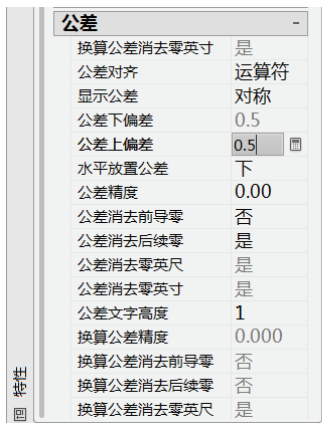

图 8-61 原始图形
- 5 在图形窗口中选择数值为 35 的水平线性尺寸，接着在“特性”选项板的“公差”特性区域中设置显示公差为“对称”，设置“公差上偏差”为“0.5”，如图 8-61 所示。